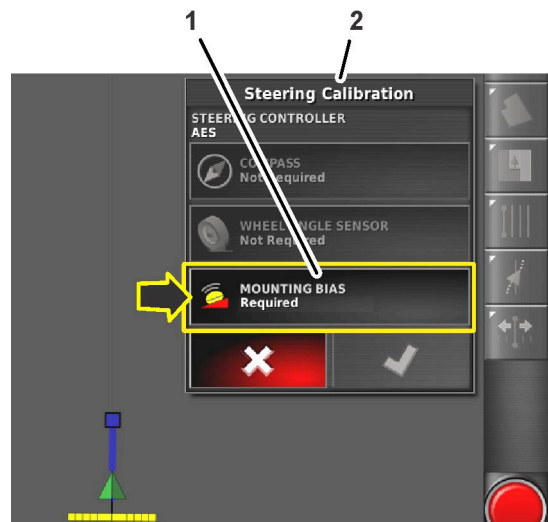

Figure 169
3. Appuyez sur l'icône MOUNTING BIAS (biais de montage) (Figure 169).